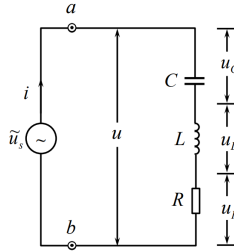

图 1: 串联电路图
在图 1 中，可以计算出电路的总电流  $I$  和相位差  $\varphi$  为：
1. 取  $L = 0.1H, C = 0.05 \mu F, R = 100 \Omega$ ，按图 1 中的方式连接电路，用示波器 CH1, CH2 通道分别观测 RLC 串联电路的路端电压  $u$  和电阻两端电压  $u_R$ 。